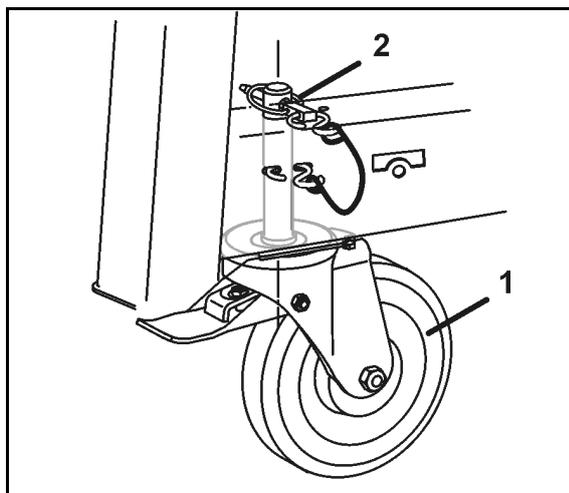

図 43
5. 前側の可動ブレーキホイール (図 43/1) を
- 取り付け、リンチピン (図 43/2) で固定します。